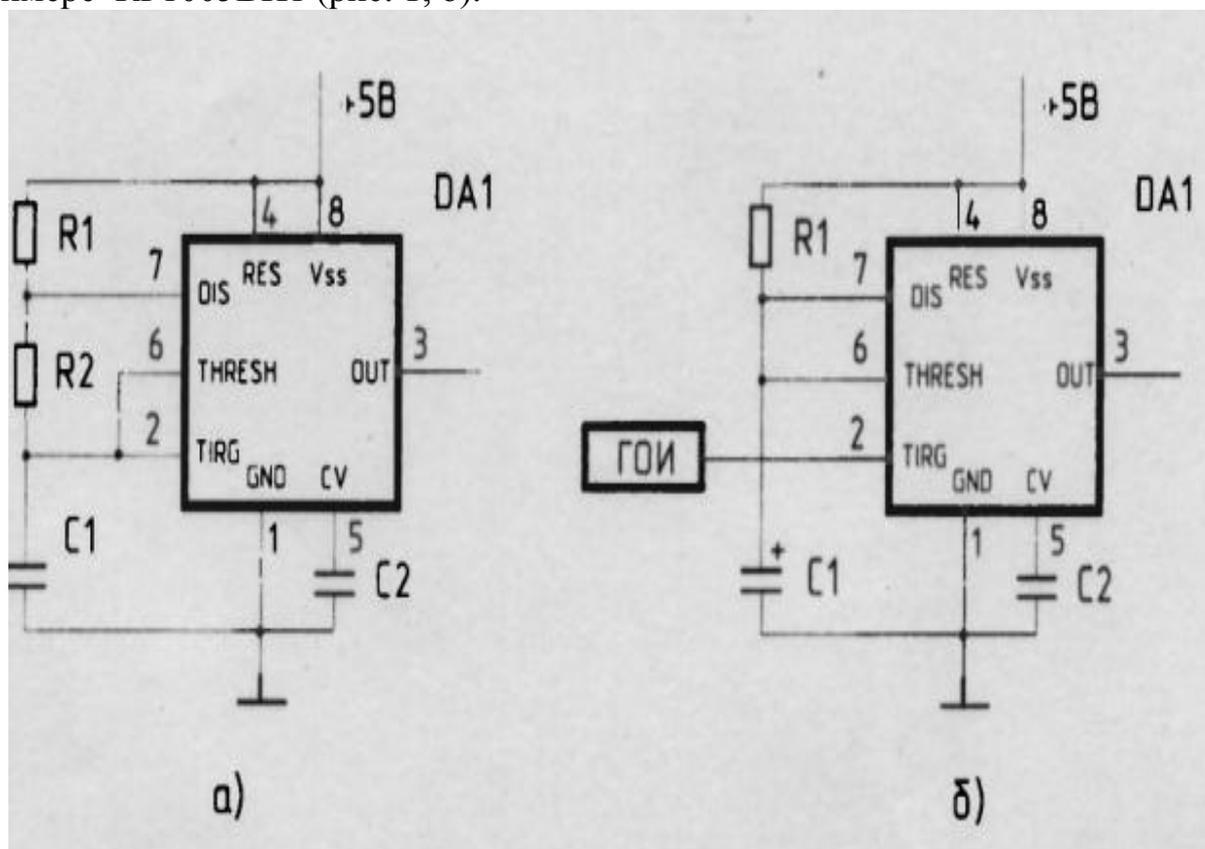

Рис. 1. Исследование автогенератора (а) и одновибратора (б) на таймере КР1006ВИ1
- изучаются принципы действия автогенератора, выполненного на таймере КР1005ВИ1 (рис. 1, а);
- исследуется ждущий мультивибратор (одновибратор), выполненный на таймере КР1005ВИ1 (рис. 1, б).
- исследуйте влияние номиналов времязадающих элементов R2 и C1 на частоту и скважность выходного сигнала мультивибратора (рис.1, а); для этого установите R 1 = 1 К О М , C2=100нФ,
- исследуйте влияние номиналов времязадающих элементов R1 и C1 схемы ждущего мультивибратора (рис.1, б) на длительность выходного импульса; для этого установите C2=100нФ, а сопротивление резистора R1 и емкость конденсатора C1 задайте в трех вариантах: